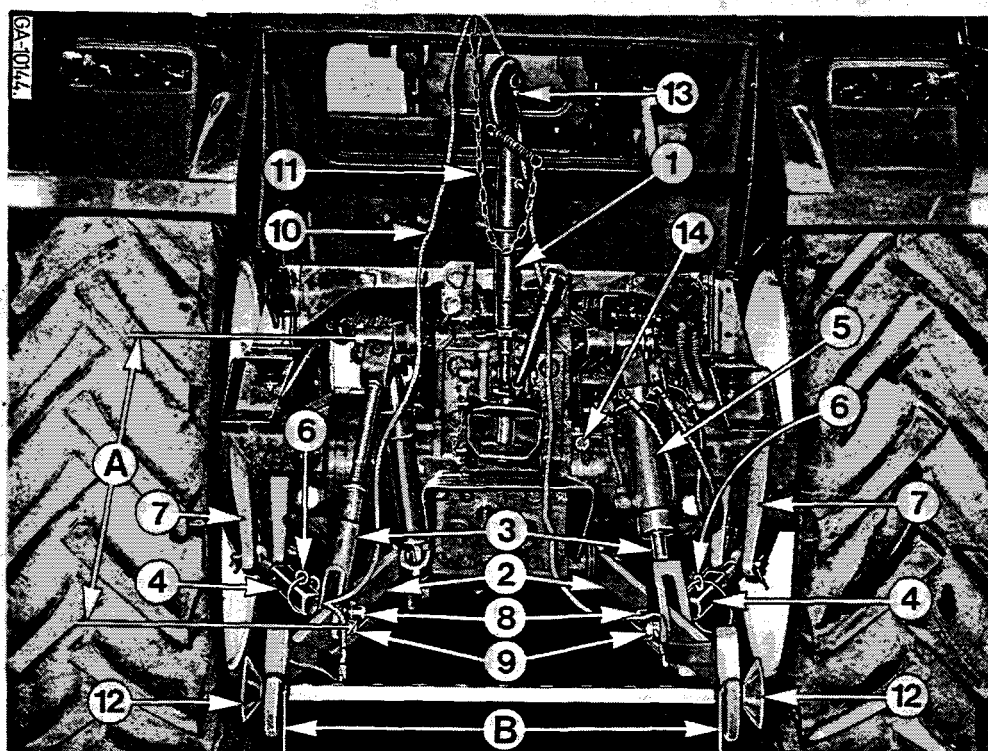

Figure 33
Lors de l'attelage de remorques à freinage hydraulique, raccordez les conduites à la prise (14) Fig. 33.
- Réglez la longueur (A) des tringles de relevage (3) - Fig. 33.
Si l'outil porté est une charrue, réglez la longueur de la barre du 3ème point (1) - Fig. 33 - de sorte que les corps de charrue avant et arrière opèrent à la même profondeur.
Le tracteur peut être équipé d'un vérin hydraulique (5) Fig. 33 alimenté par une valve auxiliaire pour remplacer la manivelle de réglage en hauteur (4).
Levez l'outil. Placez la chaîne du 3ème point de façon que la cheville de verrouillage du crochet de 3ème point (13) Fig. 33 se dégage lorsque l'outil sera abaissé.